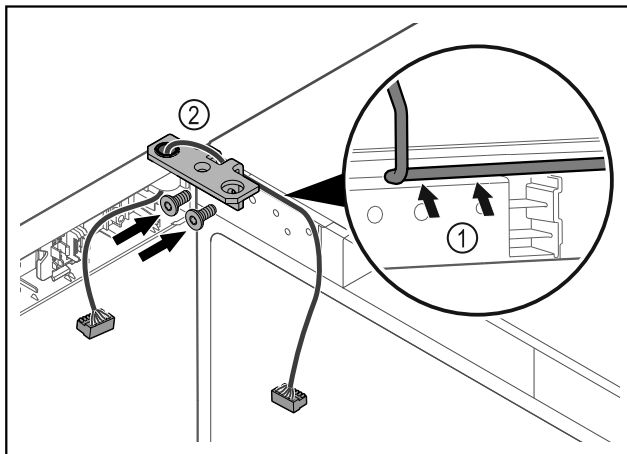

Fig. 48
- ▶ Вкарайте кабела през прореза на ъгъла на пантата и го положете внимателно Fig. 48 (1).
- ▶ Завинтете ъгъла на пантата Fig. 48 (2).